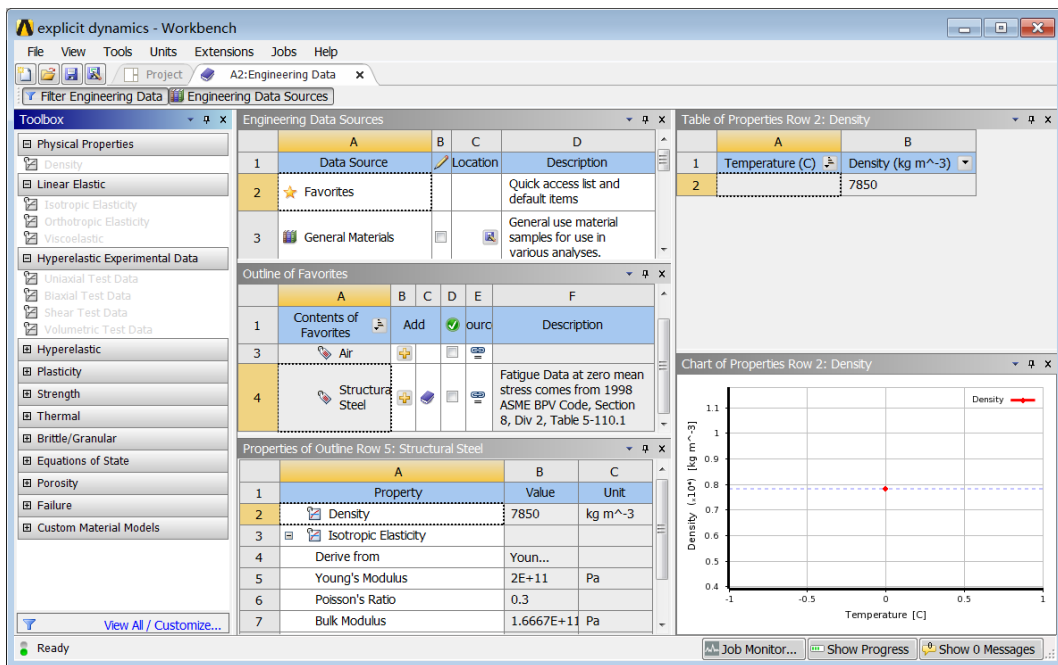

图 15-3 工程数据库界面
2) 在界面的空白处右击, 在弹出的快捷菜单中选择“Engineering Data Sources”, 此时原界面窗口中的 Outline of Schematic A2:Engineering Data 消失, Engineering Data Sources 及 Outline of Favorites 窗口出现, 如图 15-3 所示。